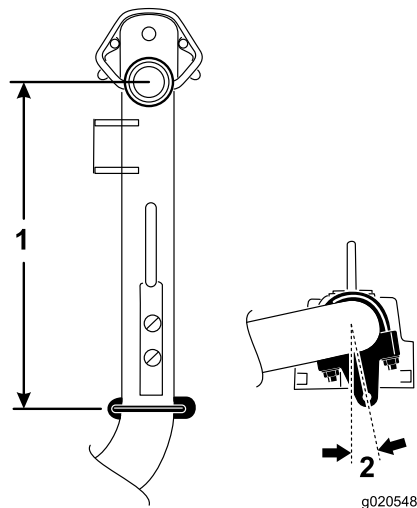

Figura 6
- En los brazos de elevación 6 y 7, posicione los soportes y los pernos en U a 37 cm por detrás de la línea central del pivote (Figura 6).